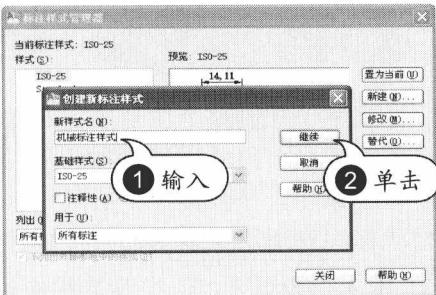

图 1-22 命名标注样式名称
**STEP 02** 命名标注样式名称。输入新样式的名称然后单击“继续”按钮，如图 1-22 所示。